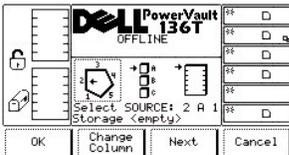

図 12. Status > Library> Slot ダイアログ
font face=" Arial, Helvetica, sans-serif">Slot を選択すると、スロットダイアログが表示されます。図 12 を参照してください。このオプションは現在のスロットの物理的および統計的特性を表示するために使用されます。
- 1 Next ソフトキーの下にあるボタンを選択すると、現在のソースパラメータは、スロットダイアログで示されているようにスロットからコラムに変わります。図 12を参照してください。